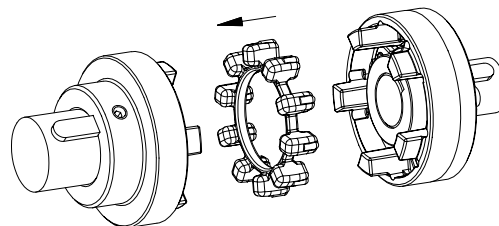

Fig. 22: Montaggio dell'anello in elastomero
- Inserire l'anello in elastomero nella sezione a camme del mozzo, lato conduttore o condotto, o del mozzo con l'anello a camme (vedere fig. 22).